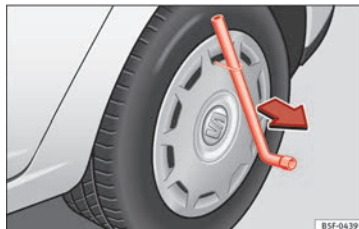

Abb. 70 Die Radvollblende vom Rad abnehmen.
- Ziehen Sie die Radvollblende mit dem Drahtbügel ab »» Abb. 70.